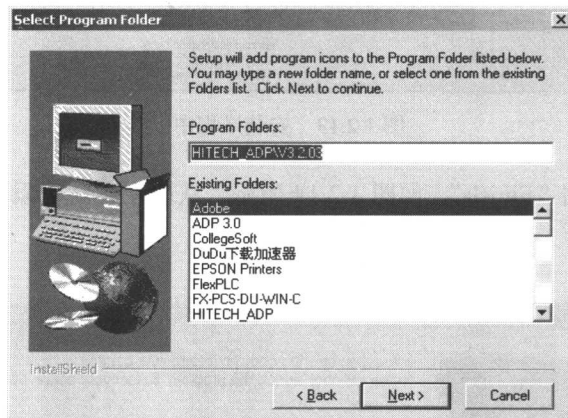

图 1.2.11 写上项目名称
① 写上项目名称或默认的名称，然后单击“Next”，如图 1.2.11 所示。